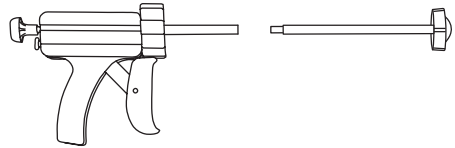

FIGURA 1
2. Alinee las roscas de las dos piezas del eje del émbolo y gírelas en el sentido de las agujas del reloj hasta que queden apretadas (**Figura 1**).